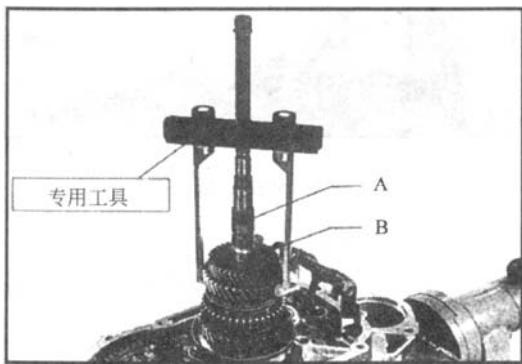

图 4-28 拆卸变速器 (十九)
(19) 从输出轴上取下三档从动齿轮卡环 B，再取下三档从动齿轮。再从输出轴上取下二档从动齿轮、滚针轴承、同步环，如图 4-28 所示。必要时可使用专用工具。